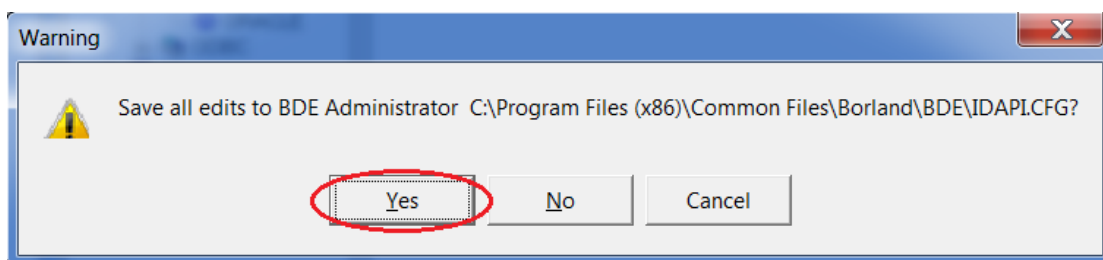

Рисунок A16.
6.4 Закрyть «BDE Administrator», нажать кнопку «Yes» для сохранения параметров (см. рисунок A16).